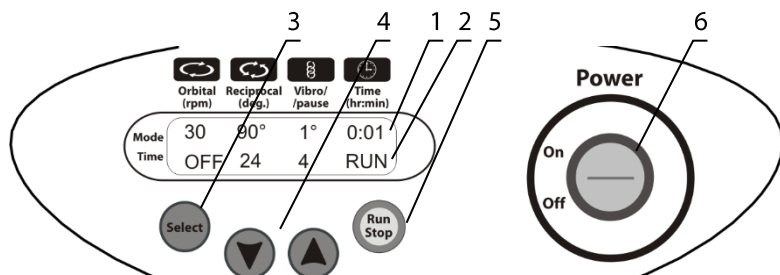

Рисунок 3. Панель управления модели PSU-20i
- 5.2.1. Подключите внешний блок питания к сети. Переведите переключатель питания **Power** в положение **On** (включено, рис. 3/6).
- 5.2.4. Нажмите кнопку **Run Stop** (рис. 3/5) для начала программы. Платформа придёт в движение, на дисплее показывается индикация RUN (рис. 3/2) и меняющиеся значения таймеров.
- 5.2.6. Если время работы не установлено или сброшено и индикатор времени на дисплее показывает **OFF** (рис. 3/1), при нажатии кнопки **Run Stop** прибор начинает вращение до тех пор, пока не будет нажата повторно кнопка **Run Stop**.
- 6.3. Нажмите кнопку **Select** (рис. 3/3) для выбора изменяемого параметра. Каждое нажатие кнопки **Select** последовательно выбирает параметры. Выбранный параметр мигает. Используя кнопки **▼** и **▲** (рис. 3/4), установите необходимое значение выбранного параметра. Долгое нажатие на кнопку ускоряет смену значений.
- 6.7. Таймер (рис. 3/1) управляет общей продолжительностью программы. Время устанавливается от 1 минуты до 96 часов (шаг установки 1 минуты).